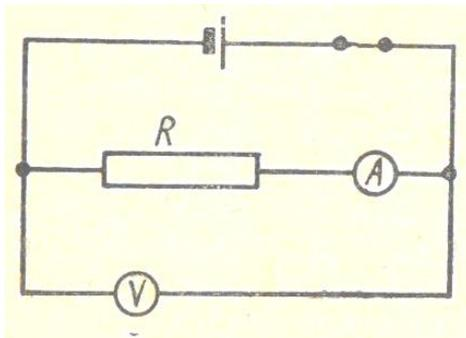

Рис.6
3. Какую из этих схем (рис. 6 и 7) следует предпочесть для измерения сопротивления R , если сопротивление велико?